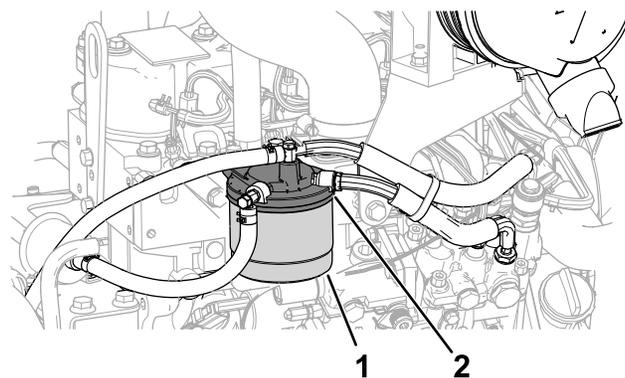

图 60
1. 清理燃油滤清器头附近的区域图 60。
2. 拆下滤清器并清洁滤清器头安装面图 60。